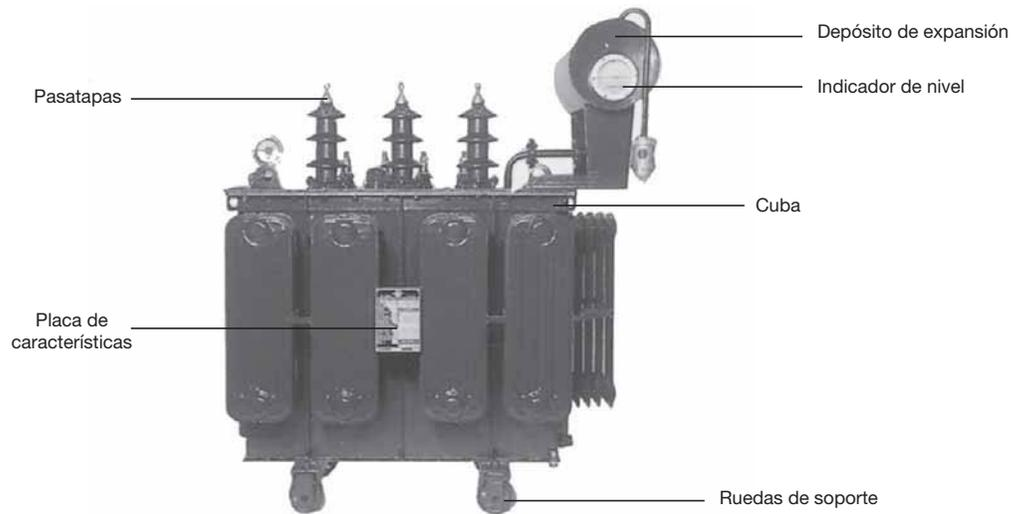

Fig. 1.48. Partes de un transformador de distribución.
- **Cuba.** Es un depósito que contiene el líquido refrigerante (normalmente aceite), en el que van inmersos el núcleo y las bobinas del transformador. Se cierra por la parte superior con la tapa atornillada perimetralmente a la cuba, que sirve de soporte a la parte activa del transformador. Adosados en su lateral, se encuentran los radiadores por donde circula el aceite por convección, lográndose con ello refrigerar el transformador. Cuando el transformador es de pequeña potencia no dispone de radiadores de refrigeración. La cuba descansa generalmente sobre un carro con cuatro ruedas (Fig. 1.48).
- **Depósito de expansión.** Se sitúa en la parte superior de la cuba, comunicando con ella, de tal forma que permite asegurar su inundación completa. A la vez sirve de cámara de expansión del aceite ante las variaciones de temperatura que este sufre como consecuencia de su funcionamiento (Fig. 1.48).
- **Indicador del nivel de aceite.** Esta ventanilla circular permite observar el nivel de aceite del transformador a todas las temperaturas comprendidas entre 0 y 100 °C. Dispone de una marca de nivel a los 20 °C. Se coloca a ambos lados del depósito de expansión (Fig. 1.48).
- **Placa de características.** Esta placa se sitúa en un lateral del transformador, a la vista. En ella se resumen las características más importantes de este, como: designación, tensiones nominales (primaria y secundaria), potencia nominal, intensidades nominales (primaria y secundaria), tensión de cortocircuito, grupo de conexión e índice horario, niveles de aislamiento, pesos (total y del aceite) y calentamientos (del cobre, del aceite, temperatura ambiente) (Fig. 1.48).